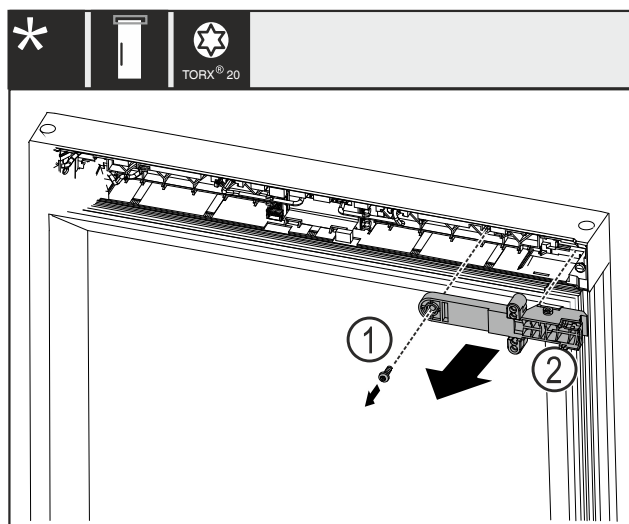

Fig. 21
- Hiqni vidën Fig. 21 (1).
- Hiqni pjesën mbajtëse të bravës Fig. 21 (2).